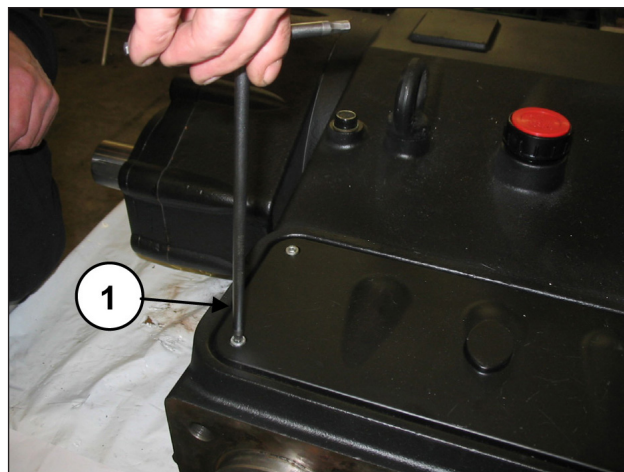

Fig. 152
Remova a cobertura de inspeção superior, soltando os quatro parafusos de fixação (pos. ①, Fig. 152).